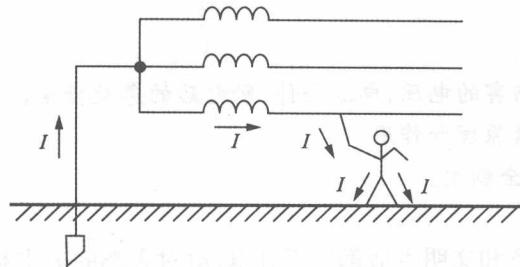

图 1-1 中性点接地的单相触电
(1) 电源中性点接地的单相触电，如图 1-1 所示。人站在地面上触及一根相线。电流将从人体经大地回到电源中性点。这时人体处于 220V 相电压下，若脚与地面绝缘不好，会导致回路电阻较小而电流较大，就很危险。因此，绝对禁止赤脚站在地面上接触电气设备。